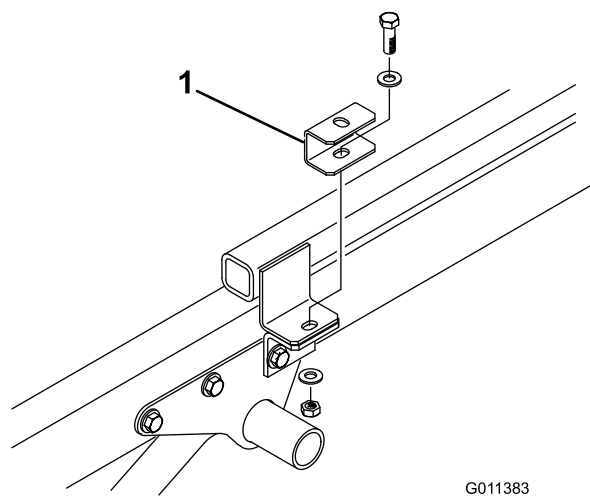

图7
4. 用之前卸下的平头螺丝、2 个扁平垫圈和锁紧螺母将垫片安装架固定到各个挂钩架凸耳的顶部图7。
5. 将机器放置到车辆机架上将后安装架中的孔与机器两侧的孔对齐图7。